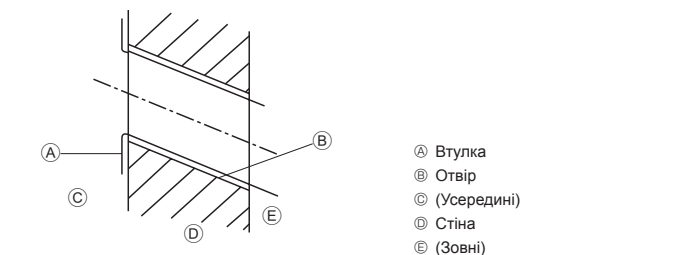

Fig. 3-4
- Ⓐ Монтажна плата ①
3.2.2. Свердління отвору для труби (Fig. 3-4)